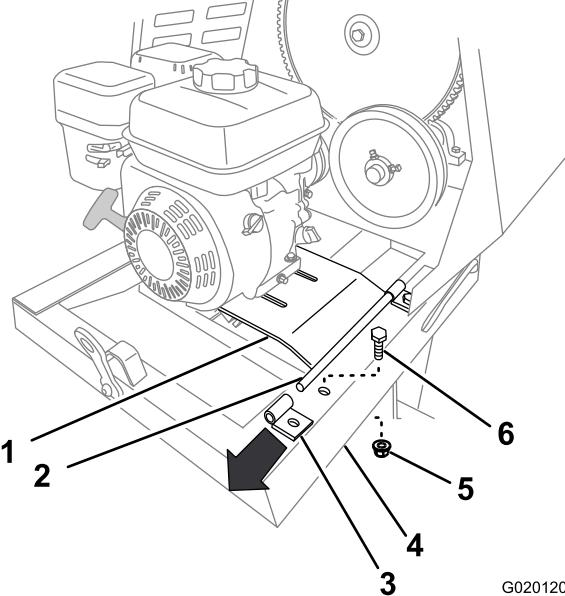

Figure 48
8. Retirez le boulon et l'écrou qui fixent le support arrière de la charnière de plancher moteur au cadre de la machine (Figure 48).
9. Soulevez le bord arrière du plancher moteur et déposez le support de charnière (Figure 48).
6. Fixez le support arrière au cadre de la machine avec le boulon et l'écrou (Figure 48) retirés à l'opération 8 de Dépose du moteur \(page 34\).